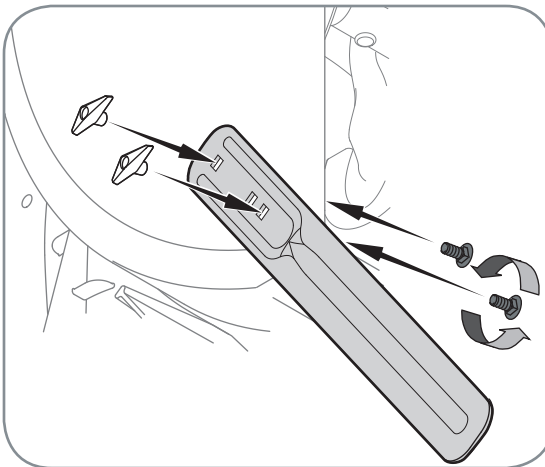

Figure 9
- Positionnez les barres de coupe pour qu'elles frottent face à l'avant comme illustré à la Figure 9. Maintenez-les en place avec la boulonnerie enlevée précédemment, les écrous à oreilles devraient être attachés sur l'**extérieur** du logement comme illustré. Si votre souffluse n'est **pas** équipée de barres de coupe, adressez-vous au service après-vente pour tout renseignement concernant le prix et la disponibilité en stock.